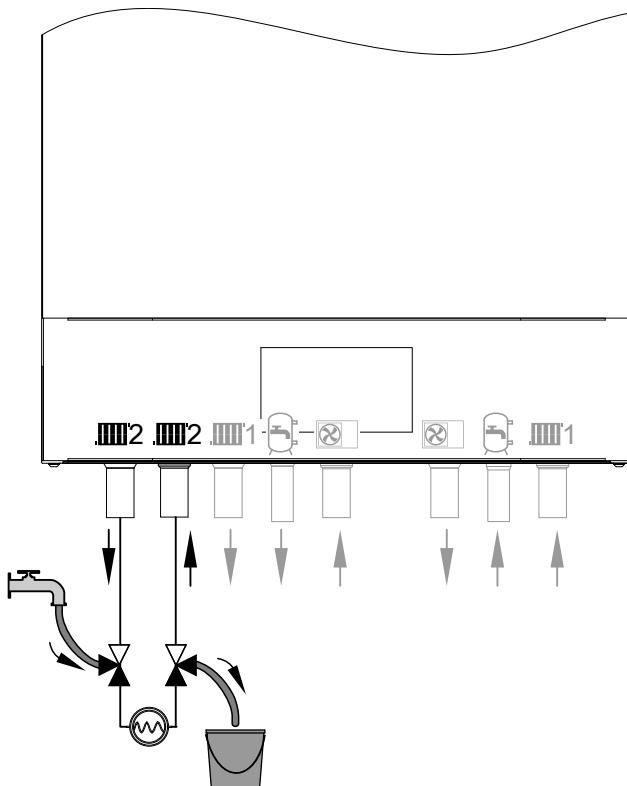

Abb. 82
4. 3-Wege-Kugelhähne im Vor- und Rücklauf Heiz-/Kühlkreis 2 gemäß Abb. 82 öffnen. Hezwasser über den Befüllschlauch einströmen lassen.